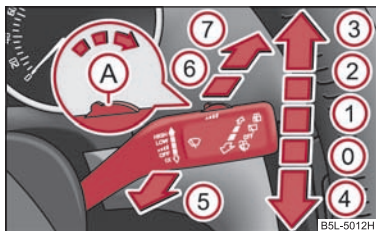

Fig. 50 Maneta de acționare a ștergătoarelor de parbriz
Maneta de acționare a ștergătoarelor ⇒ fig. 50 are următoarele poziții:
- Când ștergătoarele funcționează încet ② ⇒ pagina 62, fig. 50 sau rapid ③ și viteza de deplasare a autovehiculului se reduce sub 4 km/h, se va comuta automat pe o treaptă imediat inferioară de ștergere. La creșterea vitezei peste 8 km/h se va relua ștergerea existentă anterior.
- Apăsați de cinci ori succesiv în interval de 5 secunde, maneta de operare în poziția  ⇒ pagina 62, fig. 50.
Pentru spălarea farurilor, după fiecare prima și a cincea spălare a parbrizului se vor spăla și farurile; pentru aceasta farurile trebuie să fie aprinse și maneta de acționare a ștergătoarelor de parbriz trebuie să fie menținută circa 1 secundă în poziția  ⇒ pagina 62, fig. 50.
- Apăsați apoi în interval de 10 secunde maneta ștergătoarelor în poziția  ⇒ pagina 62, fig. 50 - brațele ștergătoarelor adoptă poziția de service.